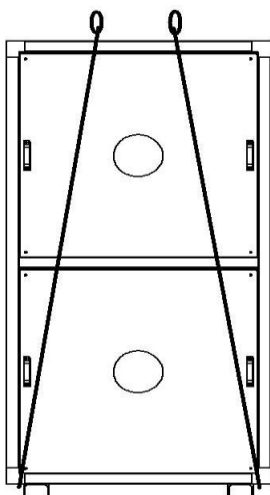

Рис.1.
Строповка должна производиться в соответствии со схемой строповки (см. рис. 1.).
- убедиться в равномерности прилегания щеточного уплотнителя. При наличии неравномерности - устранить ее, используя винты опорно-регулирующих узлов (поз.б. рис.1.);